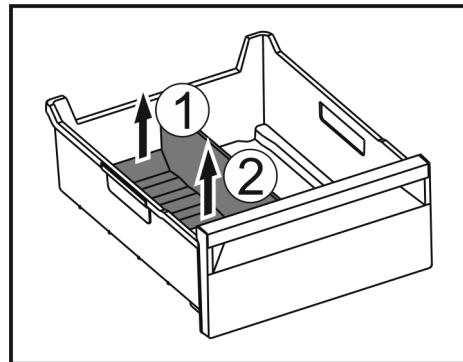

Fig. 138
- Nosta jäälaatikon jakajan takaosaa. Fig. 138 (1)
- Poista jäälaatikon jakaja ylöspäin. Fig. 138 (2)